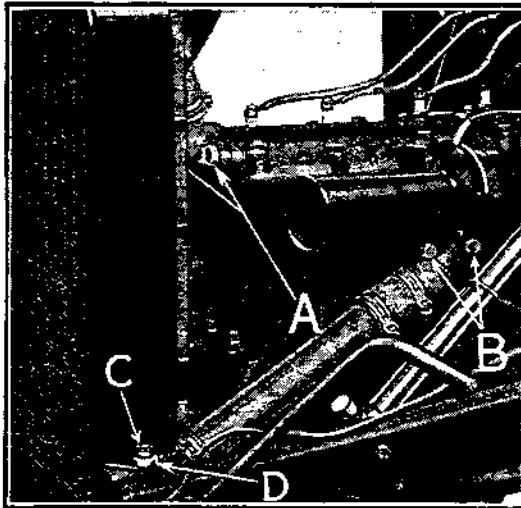

Fig. 19
- b) Dévisser les deux vis de fixation de la tubulure de sortie d'eau des cylindres (voir A, fig. 19) et les deux vis de fixation de la tubulure d'entrée d'eau B.